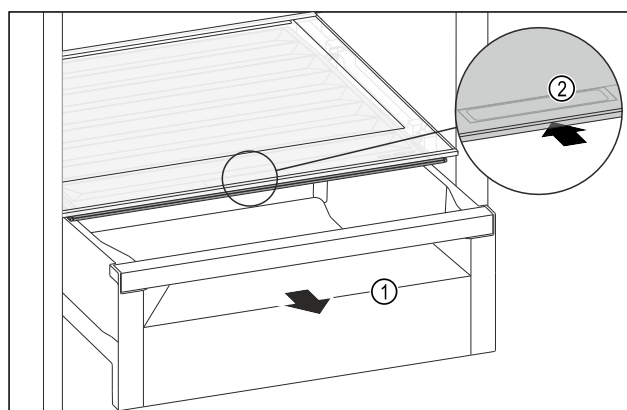

Fig. 138
- Izvucite ladicu Fig. 138 (1).
- Primite ručku Fig. 138 (2) na poklopcu pretinca i istodobno povucite poklopac pretinca prema natrag.